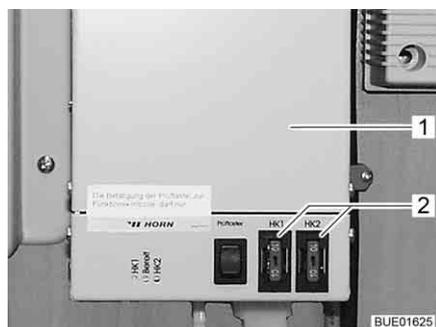

Fig. 150 Regolatore riscaldamento per tubazioni delle acque grigie
I fusibili si trovano sul regolatore (Fig. 150,1).
- Sostituire il fusibile (Fig. 150,2).